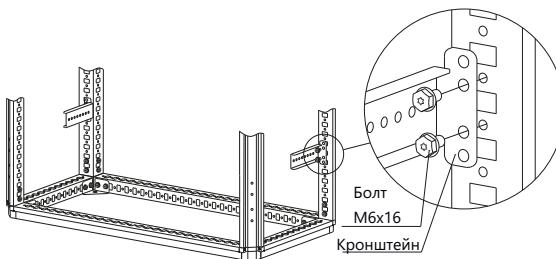

Рисунок 1
- вариант 1. Болтами самонарезающими M6×16 (рисунок 1). Момент затяжки – 7 Н·м;